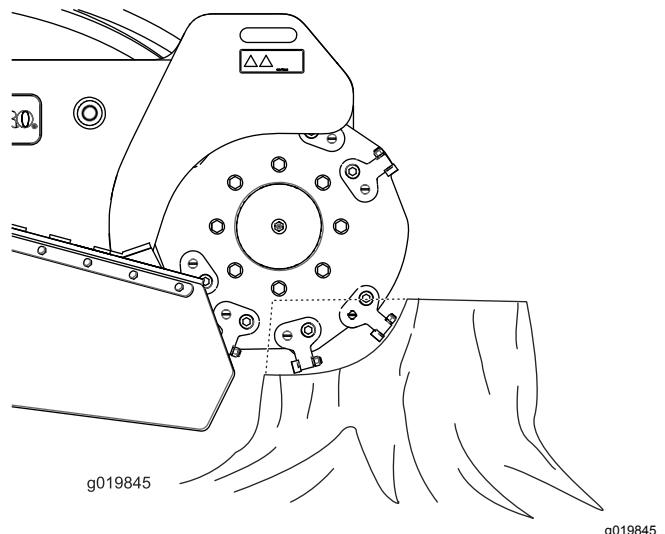

図 20
- グラインダ制御レバーと走行コントロールを使って、グラインダを切り株の表面から 2.5 cm 程度低い高さに位置決めする図 20。
- グラインダ制御レバーを使って、グラインダで切り株の表面をゆっくりと掃くように移動させて切削を開始する 図 20。